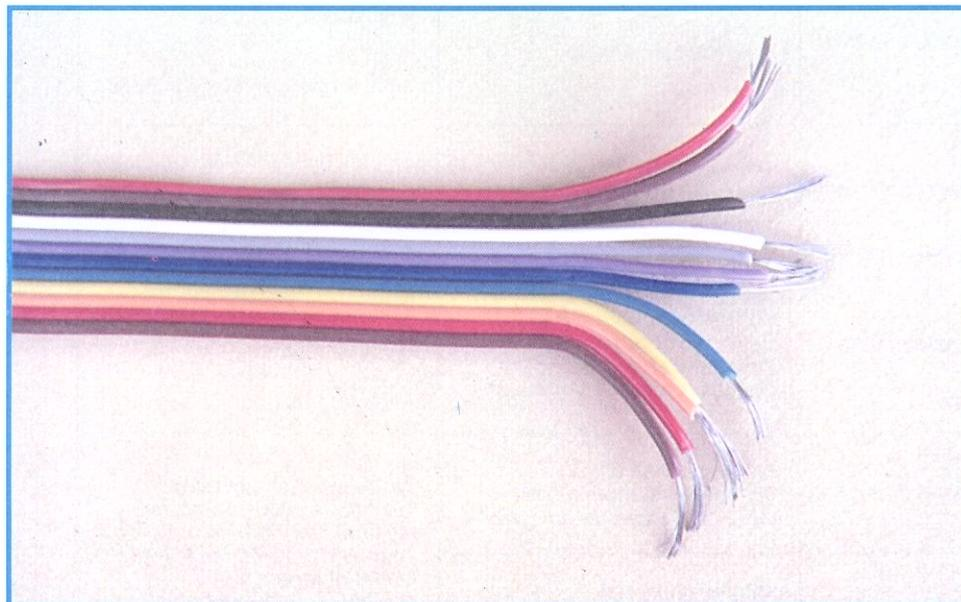

Figura 8 - Cabos múltiplos.
**Cabos múltiplos:** mais conhecidos por "chicotes", tais cabos são constituídos por vários cabinhos paralelos, geralmente em números múltiplos de 6 (6, 12, 18, 24 e 30); além de serem empregados para realizar interligações entre as várias placas de um aparelho, seu emprego é freqüente em aparelhos de informática (figura 8).